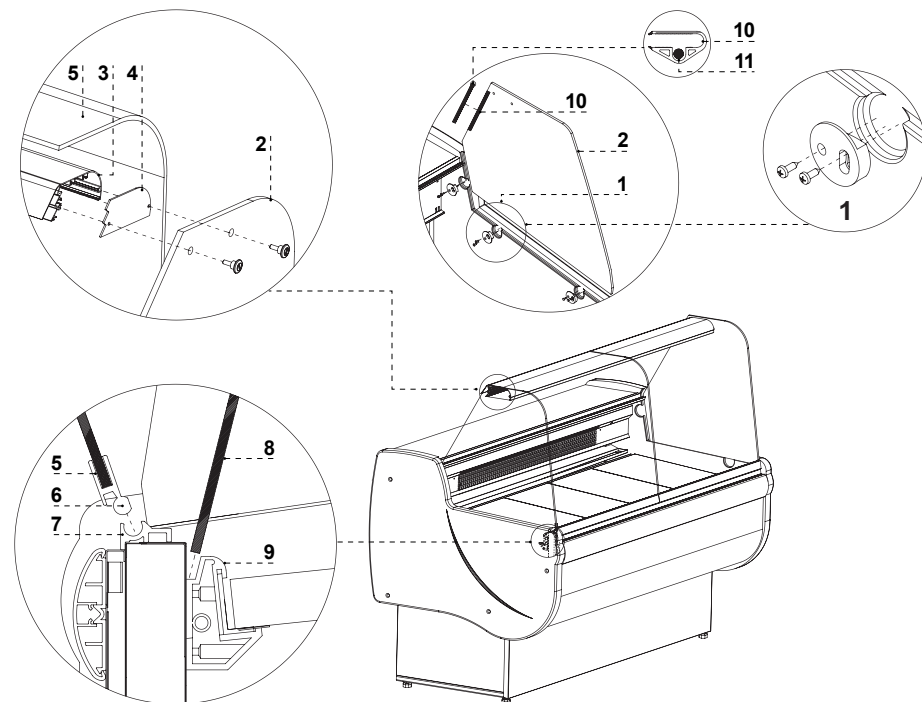

Abb.4 Einbau der Glasteile und Alulampe
2. Glasseiten anbringen Abb.4/2;1 (S.24)
3. Alulampe (mit der Beleuchtung) auf den Glasseiten einbauen Abb.4/3 (S.24)
4. den Mantel für die Lampeleitung anbringen Abb.4/10 (S.24)
5. Fortbildschirm einbauen Abb.4/8 (S.24)
6. Vorderscheibe der Vitrine einbauen Abb.4/5 (S.24)